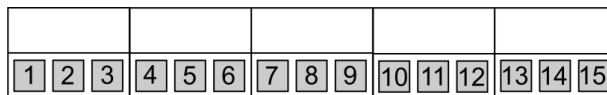

Рисунок 4 – Задняя панель ETS.BUK
1. Открутить 4 винта с задней крышки ETS.BUK (рис. 4);